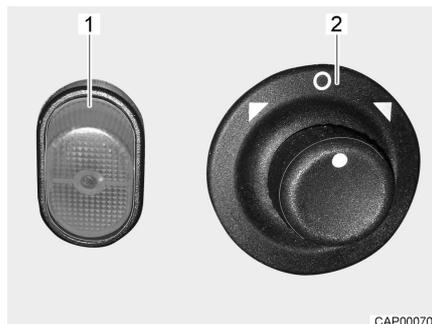

Bild 13 Schalter (elektrisch einstellbare Außenspiegel)
- Den Spiegel, der eingestellt werden soll, wählen. Dazu den Drehschalter (Bild 13,2) nach links oder rechts drehen.
- Den Spiegel einstellen. Dazu den Schalter (Bild 13,2) in die gewünschte Richtung drücken.
- Den Schalter (Bild 13,1) drücken. Die Kontroll-Leuchte im Schalter leuchtet orange und zeigt an, dass die Spiegelheizung in Betrieb ist.